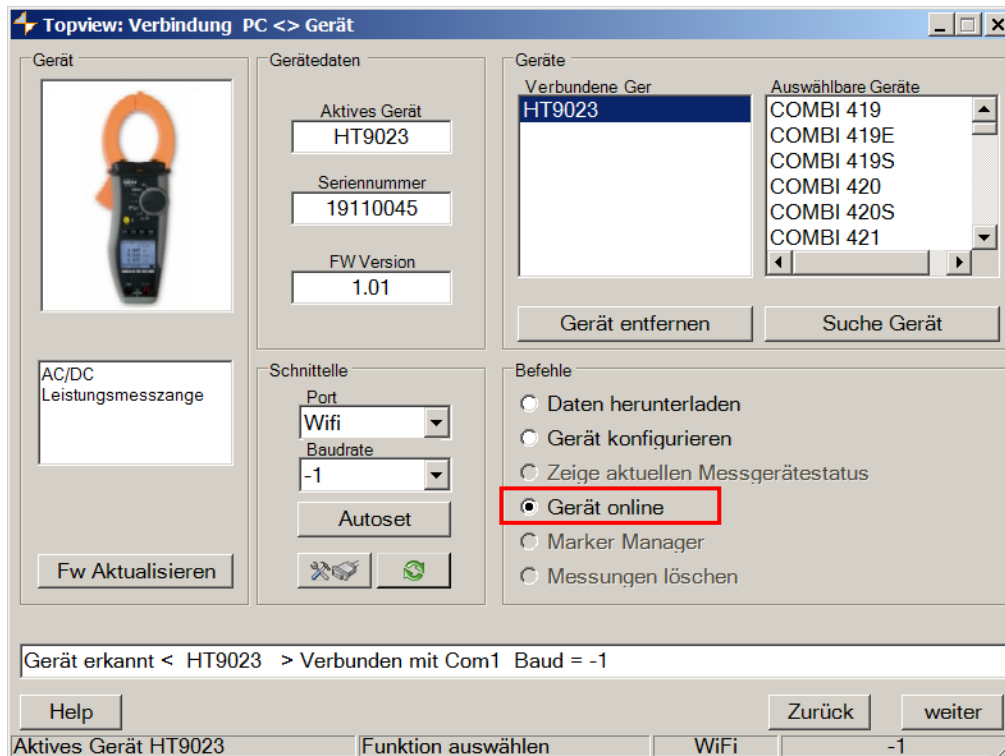

Abb. 19: Echtzeit-Verbindung des Instruments
7. Öffnen Sie den Abschnitt "Verbindung PC → Gerät" und wählen Sie die Option "Gerät online", wie in der folgenden Abb.19 gezeigt